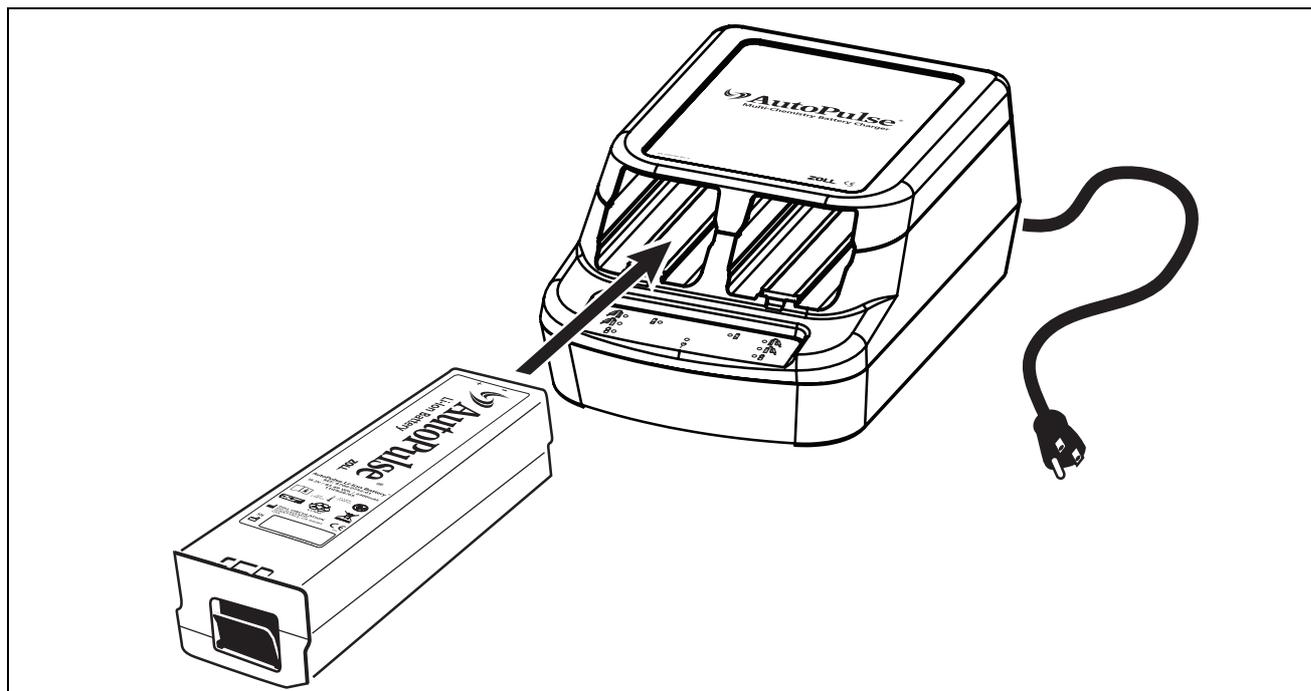

Figure 4-2 Placement de la batterie dans l'un des compartiments de recharge du chargeur de batterie universel
1. Glisser la batterie dans un compartiment de recharge libre (voir Figure 4-2). S'assurer que la batterie est en place (barre de verrouillage engagée).